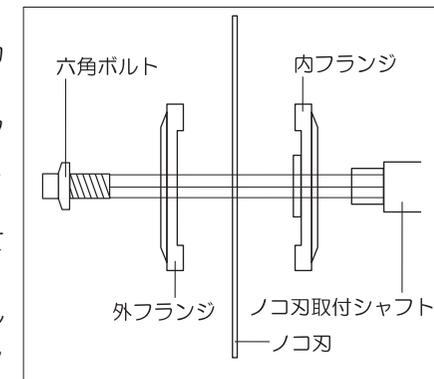
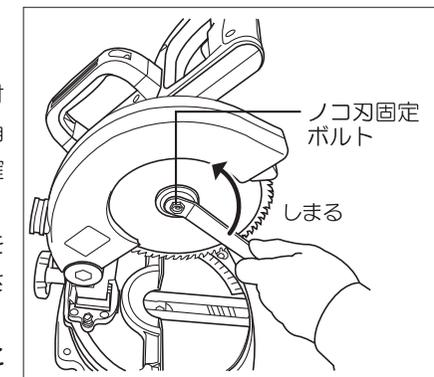
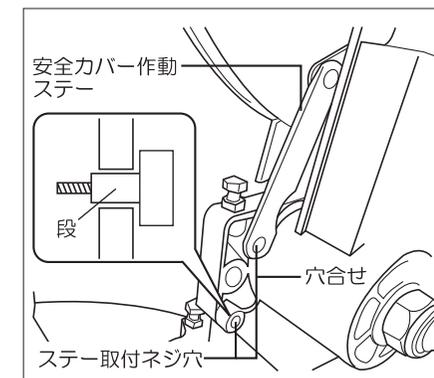

図7
図8
図9
- ①ノコ刃の取付けは、取外しと同じ要領で安全カバーをブレードケース側に回し上げてください。
- ②ノコ刃取付け軸に、内フランジ→ノコ刃→外フランジ→六角ボルト(左ネジ)の順に取付けてください。(図7参照)
- ③シャフトロックを押さえながらノコ刃固定ボルトに付属のスパナを掛け、ゆっくり回すとシャフトがロックされます。
- ④ボルトは逆ネジです。時計と逆回りに回わし確実に締め付けてください。(図8参照)
- ⑤安全カバーを下げてください。
- ⑥アームの下にある安全カバー作動ステーの取付けねじ穴に、ステーの取付け穴を合わせ、六角穴付ネジを差込み付属の六角レンチ(3mm)で確実に締め付けてください。(図9参照)